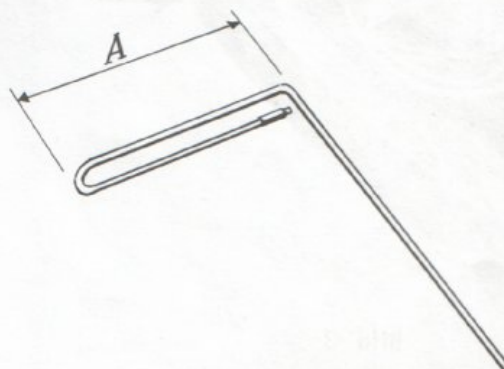

Bild 1
2. Linda ut känselkroppen och böj den i en slinga enligt bild 1. OBS! Det är viktigt att slingan görs med mjuka böjar så att inga veck uppstår.